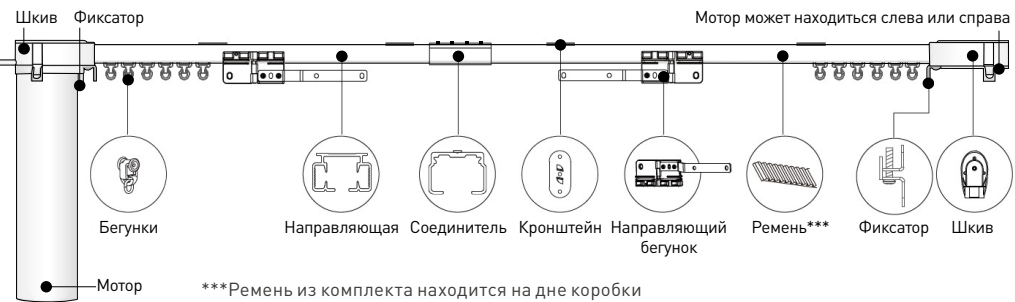

Рис. 1. Состав комплекта
2.2. Состав комплекта приведен на рис. 1.